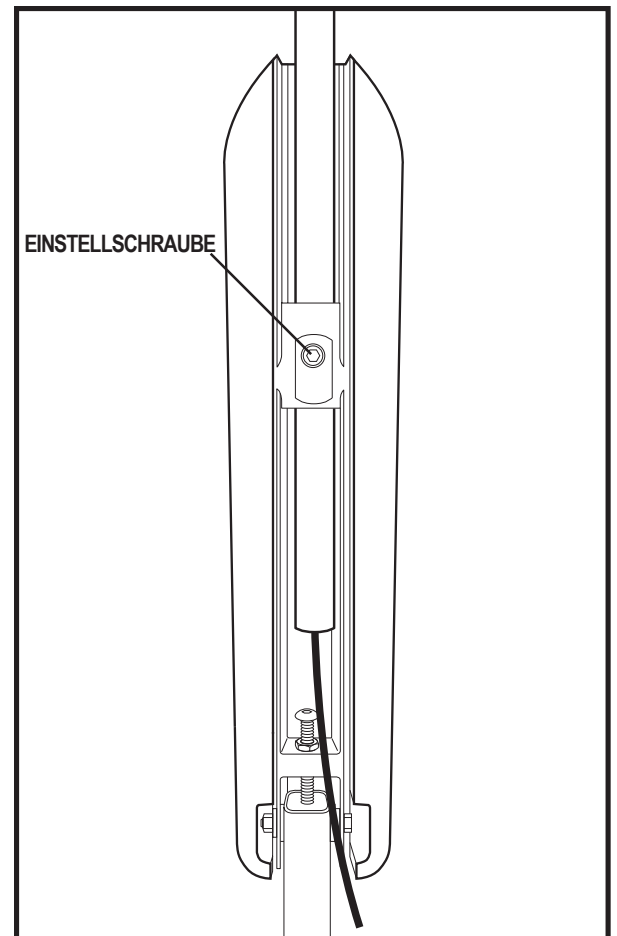

Abb. 18. Unterseite der Armlehne
5. Schwenken Sie die Armlehne nach oben und lösen Sie die Einstellschraube. Siehe Abb. 18.